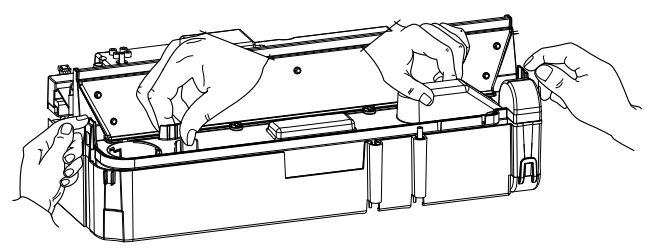

Fig.11
5. Løsne de høyre låsetappene ved å dreie dem 90°. Dermed kan kummen løftes helt opp. (Fig. 11)